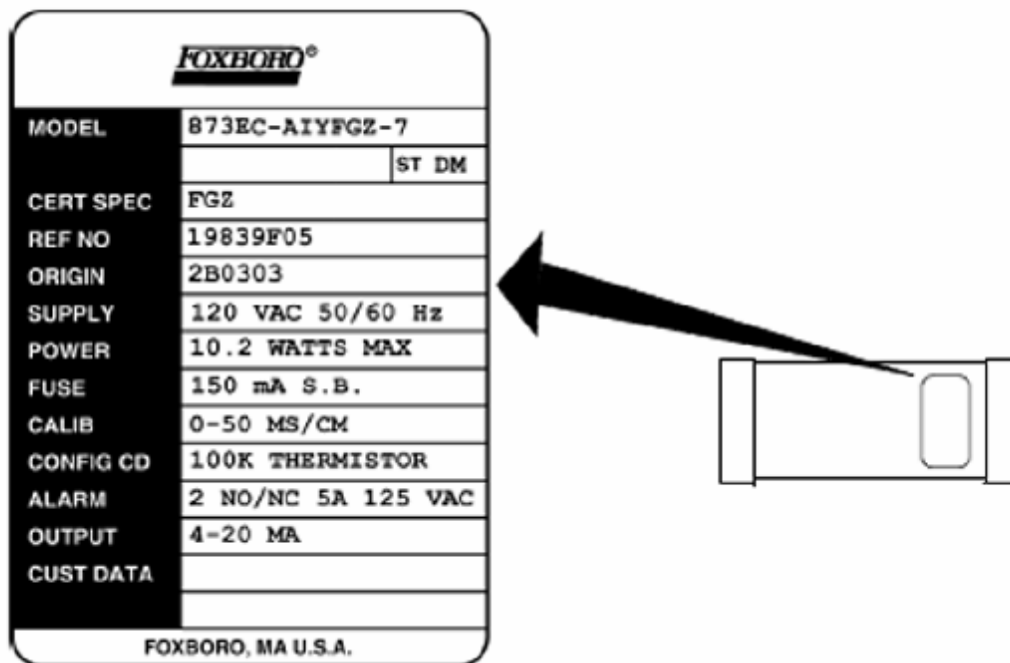

图 2. 数据标牌位置
1. 数据标牌（见第 4 页图 2）以验证下列各项：
数据标牌位于壳体的侧面，该数据标牌提供了与购置的特定分析仪相关的型号和其他信息。参见图 2。
参见图 2。